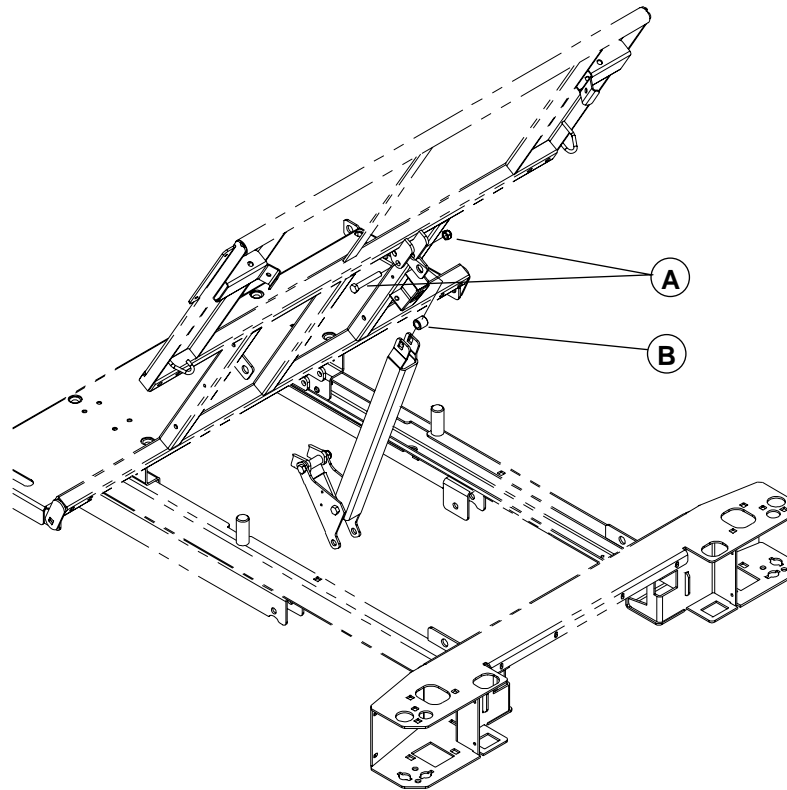

Figure 4.3AA
17. À l'aide de deux clés 1/2", retirez l'écrou/le boulon (A) retenant le levier à la section de tête. Déposez le levier sur le châssis. Récupérer l'espaceur (B).
19. À l'aide d'une clé 1/2", retirez les deux écrous/entretoises à épaulement/boulons (F, fig. 4.3A, page 26) retenant la section de tête à la section de siège.